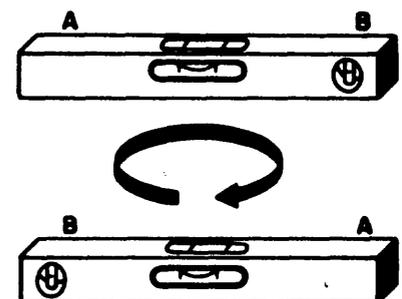

Fig. 4
- a *Invierta la posición del nivel (fig. 4).*